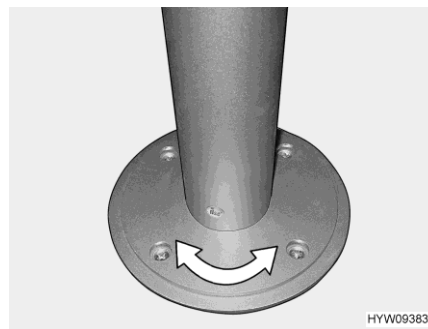

Fig. 91 Base de pedestal (giratoria)
- Girar el tablero de la mesa a la posición deseada. Para ello, se requerirá un poco de esfuerzo ya que el tablero de la mesa gira contra la resistencia por fricción en la base de pedestal (Fig. 91).